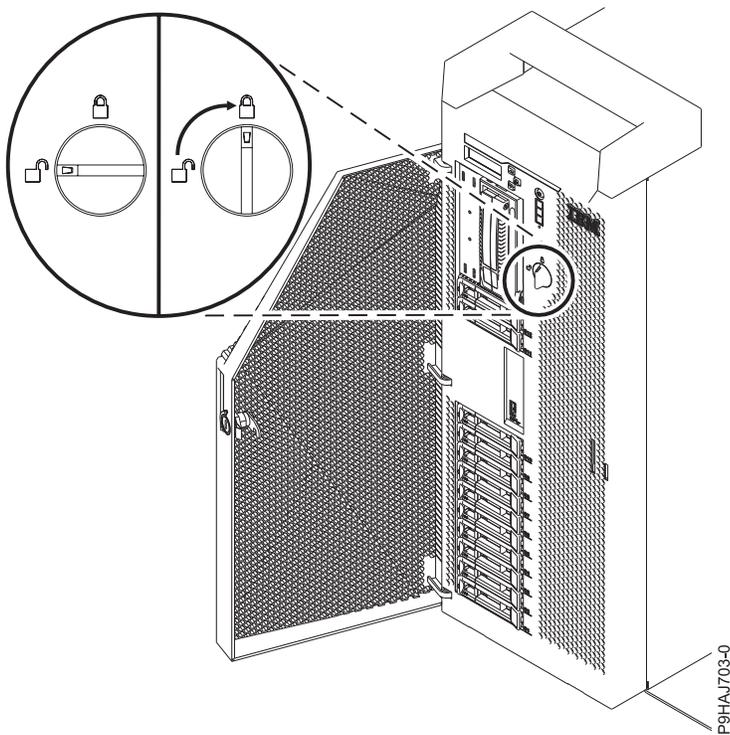

Figura 24. Fechar o trinco da tampa anterior
4. Rode o fecho da tampa para a direita (no sentido dos ponteiros do relógio) para bloquear a tampa conforme apresentado na Figura 24 na página 42. Vertical está bloqueado; horizontal está desbloqueado.